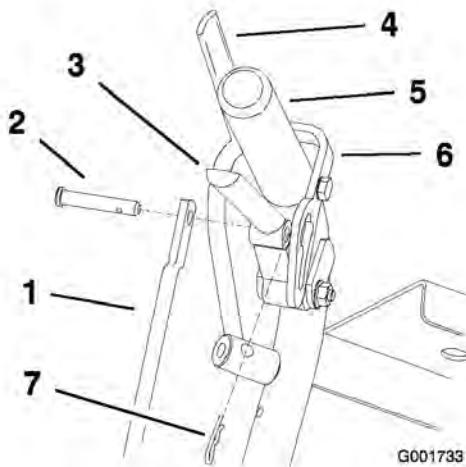

Figura 53
1. Ajuste la longitud de la varilla de control soltando la palanca de avance y retire el pasador de horquilla y el pasador. Gire la varilla en el acoplamiento (Figura 53).
4. Coloque el pasador en la palanca de avance (Figura 53).
6. Instale el pasador de horquilla entre las palancas de avance y los cierres de bloqueo de punto muerto e introduzcalo en el pasador (Figura 53).